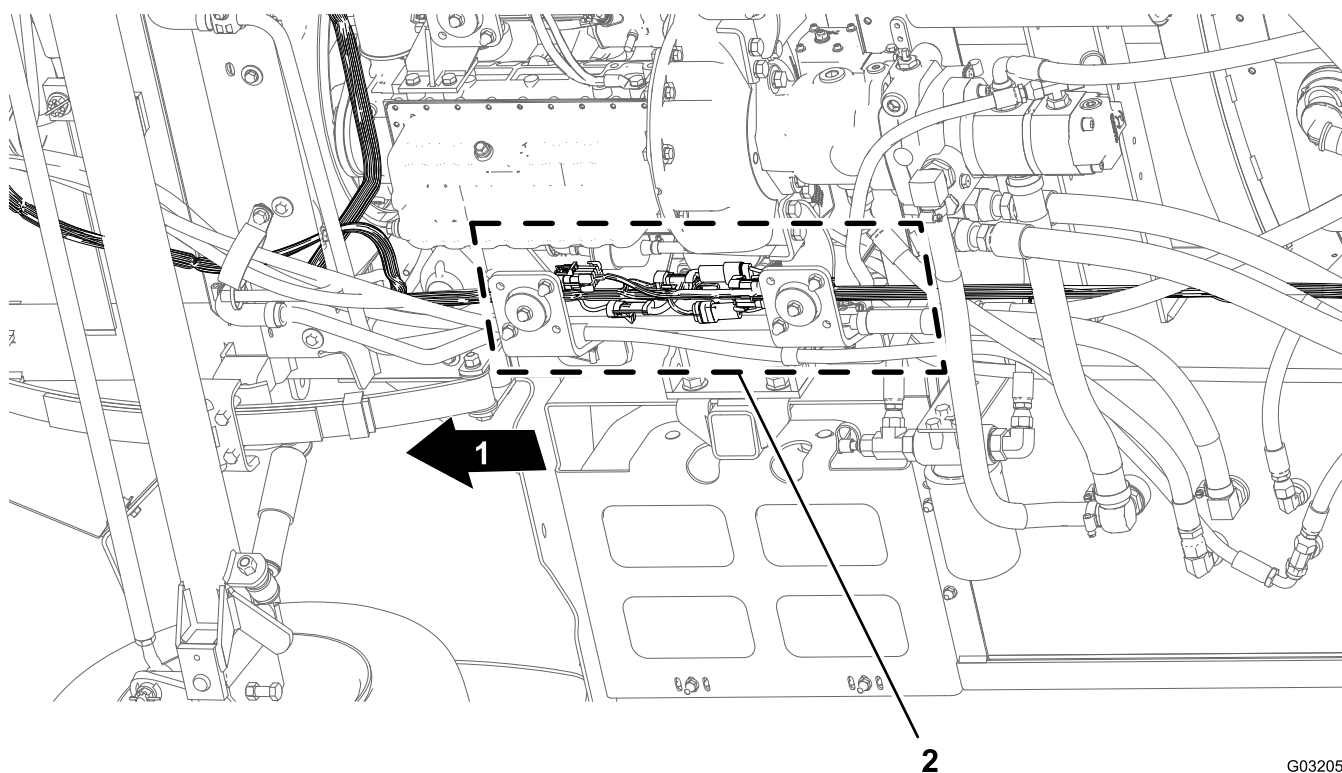

Рисунок 14
1. Находясь под машиной, под правой трубой рамы найдите электрические соединители переднего и заднего жгутов проводов машины (Рисунок 14).